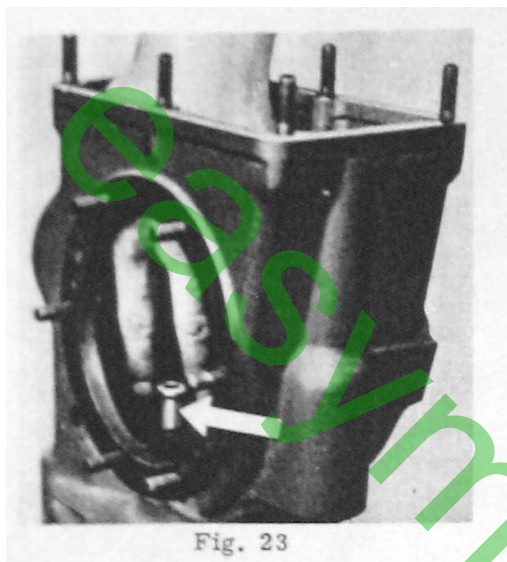

Fig. 23
2. Ventilstößel (Fig. 23) von oben in die Bohrung führen.
2. Insert push rod from the top into the hole (Fig. 23).